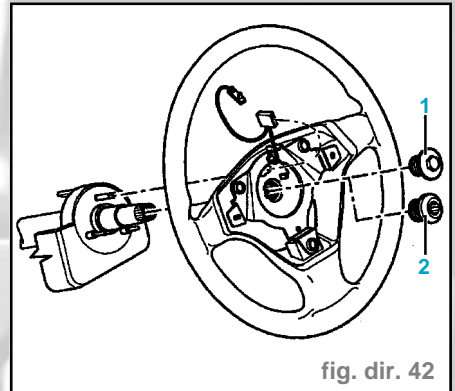

fig. dir. 42
- Dévisser la vis de fixation et déposer le volant (fig. dir. 42).